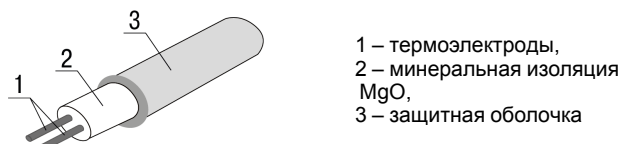

Рисунок 4.3 – Конструкция ЧЭ на основе КТМС
- *ЧЭ на основе КТМС* (конструктивно состоят из гибкой металлической жаростойкой трубки небольшого диаметра (до 4,5 мм) со встроенными термоэлектродами. Пространство между внутренней поверхностью трубки и термоэлектродами заполнено минеральной изоляцией – оксидом магния), см. рисунок 4.3. Такая конструкция позволяет в случае необходимости изгибать ЧЭ и защищает термоэлектроды от негативного воздействия внешней среды.